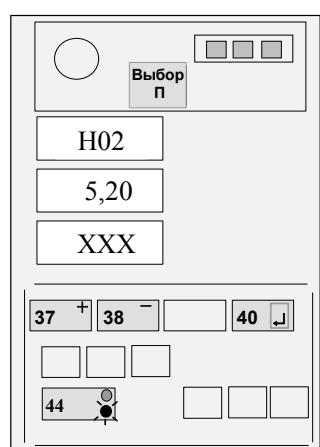

Рисунок 10
4.4.4 Нажимая кнопку ВЫБОР "П" (36), установить на верхнем ИЖЦ код "H02" (индикация вылета стрелы, см. рисунок 10).
4.4.5.3 Изменяя положение датчика угла наклона стрелы, добиться отображения на среднем ИЖЦ значения вылета, указанного в правом столбце таблицы 3 с погрешностью не более $\pm 0,01$ м (см. рисунок 10) для установленного значения вылета по рулетке.
4.4.7 Нажимая кнопку 44, набрать на верхнем ИЖЦ код "H02" (см. рисунок 10).